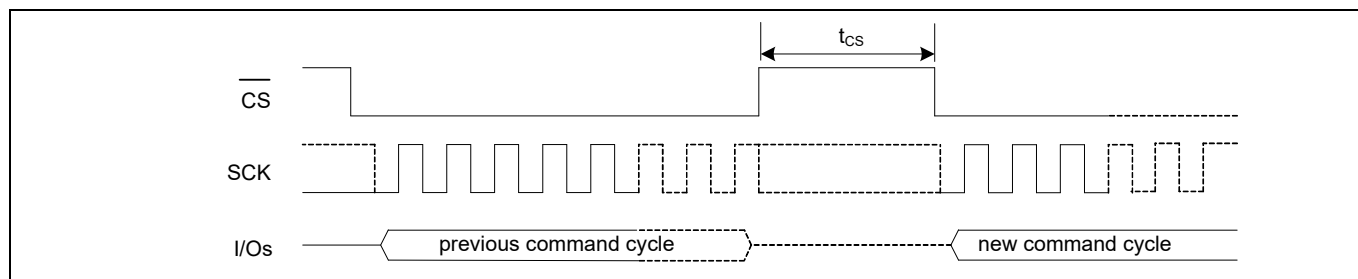

Figure 116 チップセレクト解除 (\overline{CS} HIGH) - t_{CS} タイミング
24. t_{CS} は新コマンド サイクルが特別の SPI モード (SPI, DPI, または QPI) で開始する前に最小のチップセレクト解除 (CS HIGH) 時間です。このパラメータはホストが新コマンド サイクルを開始する前に以前の動作が正常に完了されたことを保証します。Figure 116 を参照してください。
24. t_{CS} は新コマンドサイクルが特別の SPI モード (SPI, DPI, または QPI) で開始する前に最小のチップセレクト解除 (\overline{CS} HIGH) 時間です。このパラメータはホストが新コマンドサイクルを開始する前に以前の動作が正常に完了されたことを保証します。**Figure 116** を参照してください。
28. t_{CS} は新コマンドサイクルが特別の SPI モード (SPI または QPI) で開始する前に最小のチップセレクト解除 ($\overline{\text{CS}}$ HIGH) 時間です。このパラメータはホストが新コマンドサイクルを開始する前に以前の動作が正常に完了されたことを保証します。Figure 116 を参照してください。
28. t_{CS} は新コマンドサイクルが特別の SPI モード (SPI または QPI) で開始する前に最小のチップセレクト解除 (CS HIGH) 時間です。このパラメータはホストが新コマンドサイクルを開始する前に以前の動作が正常に完了されたことを保証します。Figure 116 を参照してください。